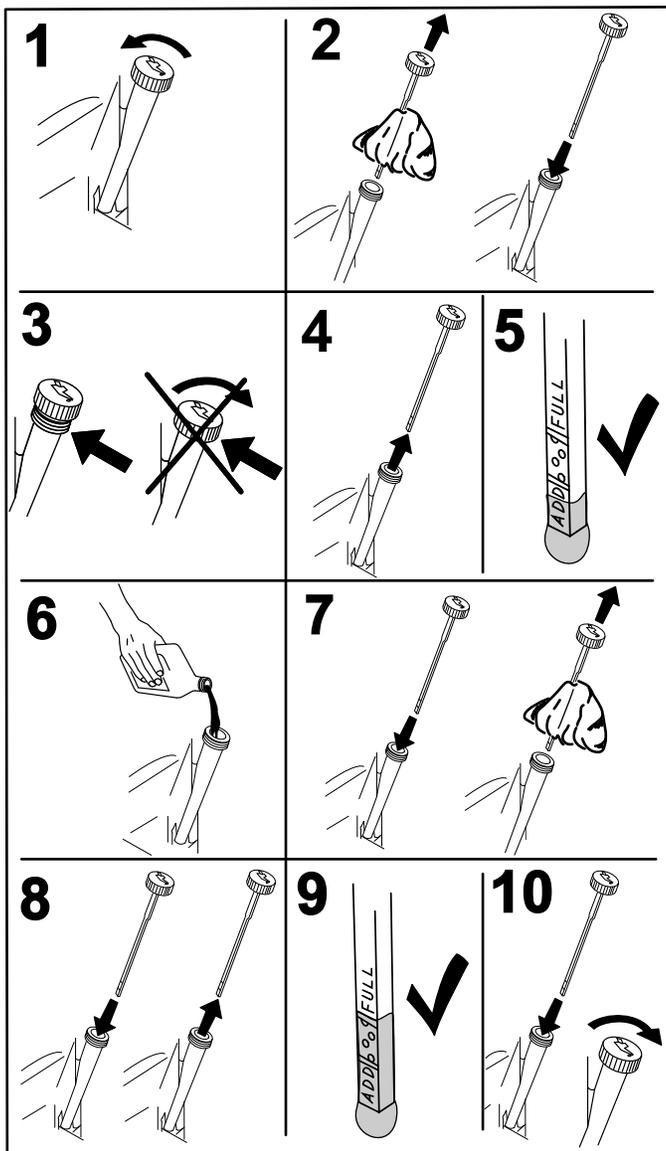

Bild 15
2. Nehmen Sie den Peilstab (Bild 14) heraus und wischen Sie ihn mit einem sauberen Lappen ab (Bild 15).